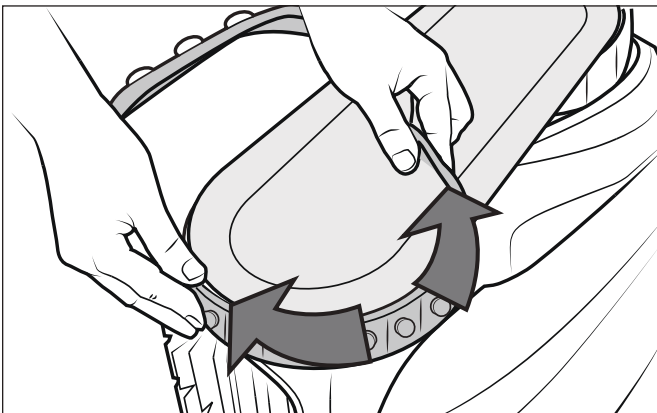

Figure 29. Placer la chenille autour de la roue
5. Placer la chenille sur la roue et vérifier que la nervure de la chenille est correctement positionnée dans la rainure de la roue (Figure 29).